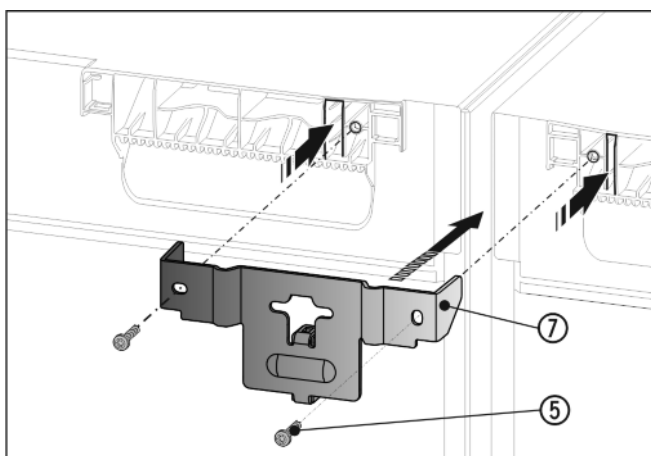

Fig. 9
- ▶ Uholník Fig. 9 (7) s dištančným dielom zasuňte medzi zariadenia a strmeňmi do stropu zariadenia. Priskrutkujte ho pomocou 2 skrutiek Fig. 9 (5).